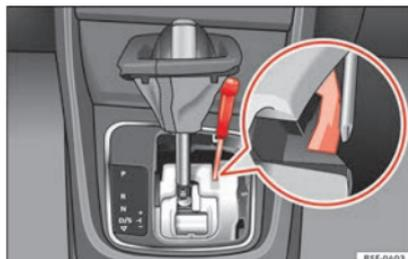

Fig. 198 Palanca selectora: desbloqueo de emergencia en la posición de aparcamiento.
- Con ayuda de un destornillador, presione la pestaña amarilla de desbloqueo lateralmente » » » **fig. 198** y manténgala presionada.